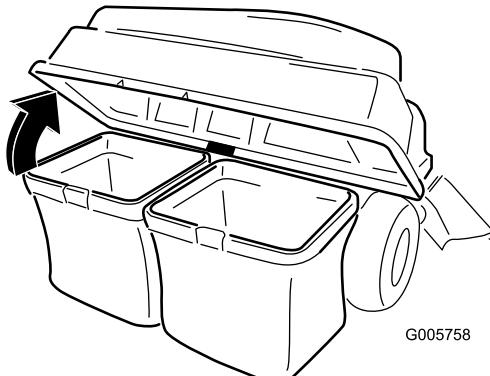

Bild 42
3. Heben Sie die Abdeckung des Heckfangsystems an (**Bild 42**).